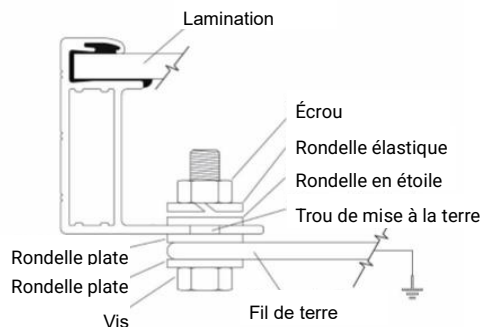

figure 1
- Utilisez un boulon et des rondelles M8 pour relier le fil de terre et le cadre en aluminium à travers les trous de mise à la terre (comme indiqué sur la figure 1). Le couple de serrage est de 3-7 Nm. Tous les écrous et rondelles doivent être en inox.